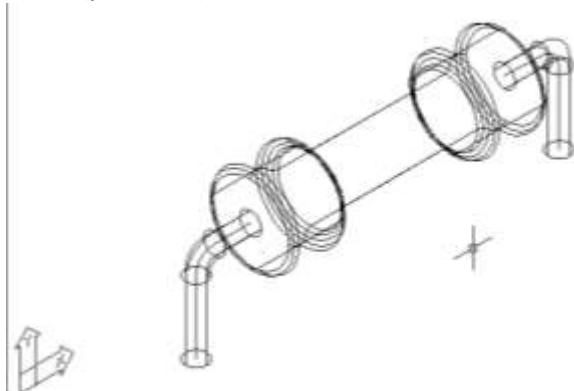

Рис. 23.8
8. Створити виводи шляхом видавлювання кола окружності діаметром 0,6 мм за напрямними (рис. 23.8).